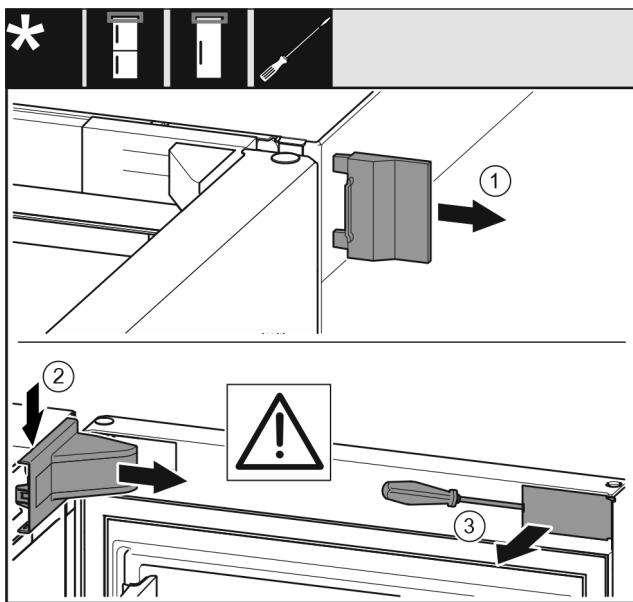

Fig. 6
- Зніміть зовнішню кришку. *Fig. 6 (1)*
- Звільніть і ослабте кришку опорного кронштейна. Зніміть кришку опорного кронштейна. *Fig. 6 (2)*
- За допомогою шліцевої викрутки звільніть від фіксатора та поверніть убік накладку. *Fig. 6 (3)*